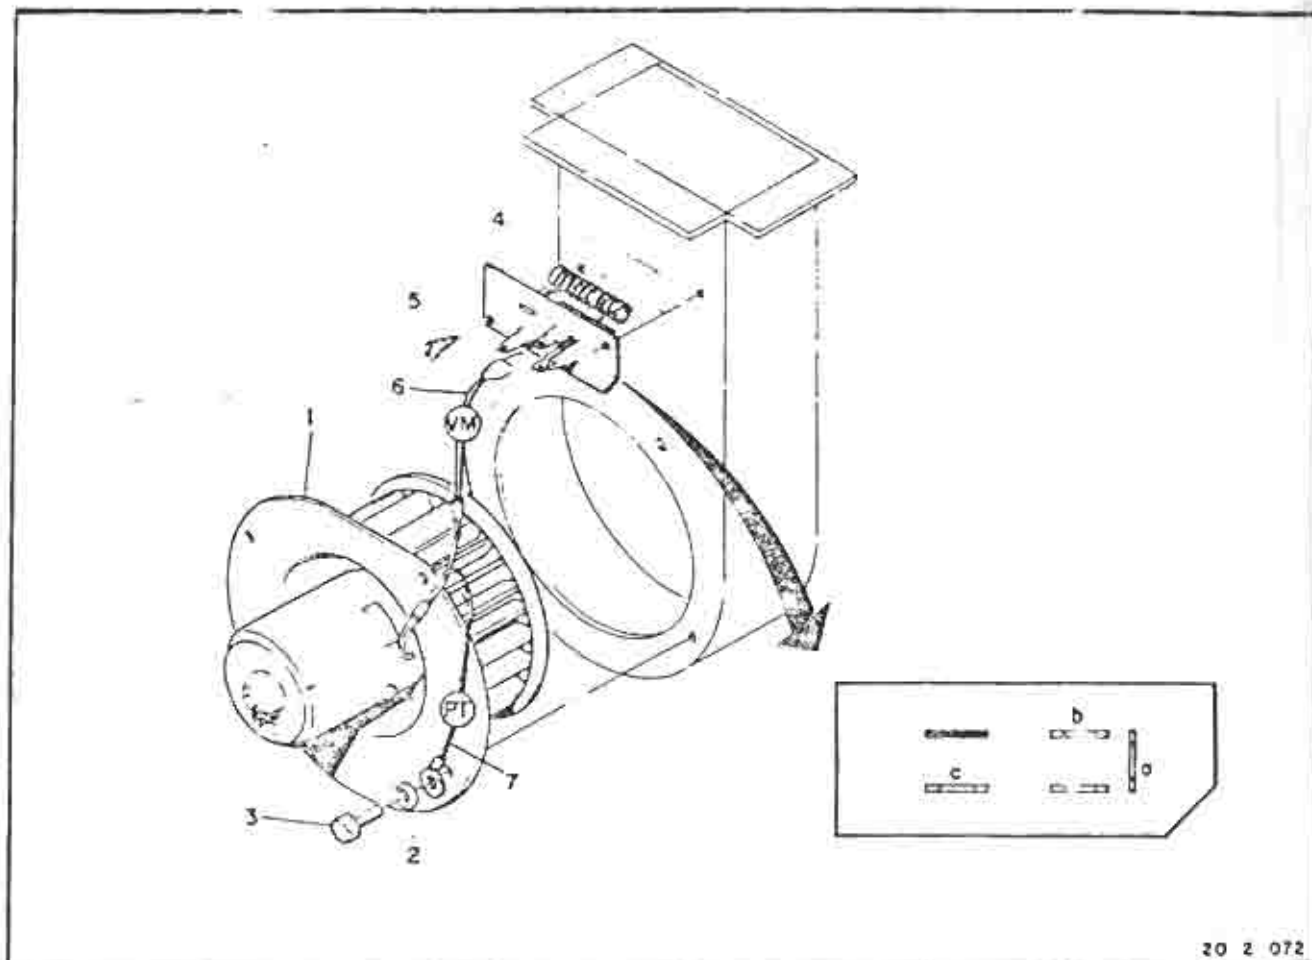

FIGURA 10
1. Para a instalação, refazer a ligação dos fios elétricos (6) e (7). Consultar a figura 10.
2. Instalar os quatro parafusos sextavados de fixação (3), junto com as arruelas de pressão (2). Aplicar aos parafusos o momento de aperto de 1,8 a 2,2 N.m (0,18 a 0,22 kgf.m) ou (1,0 a 1,5 lbf.m).